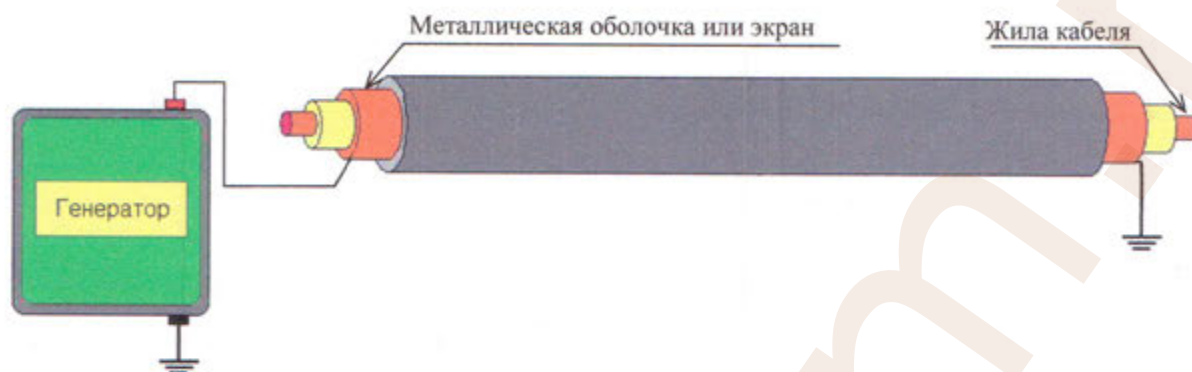

Рисунок 8 – Схема присоединения генератора к экрану кабеля
5.3.1.4 На работающем кабеле генератор может быть присоединен к металлической оболочке, либо к экрану кабеля (см. рисунок 8).
5.3.2.1 При определении глубины залегания кабеля используется описанная выше схема присоединения генератора (см. рисунок 8). Может быть использовано два метода определения глубины.